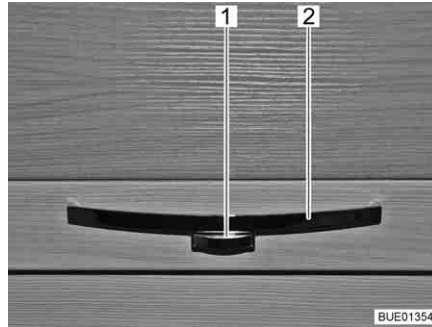

Fig. 69 Trampilla de muebles con tirador (ejemplo)
- Presionar el botón de desbloqueo (Fig. 69,1) en el tirador (Fig. 69,2) y mantenerlo presionado.